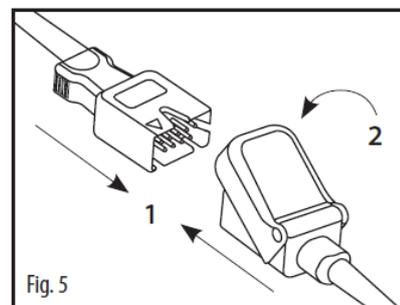

Fig. 26 Anschluss des LNC-Patienten-kabels an den LNCS-Sensor
Siehe Bild 5 in Fig. 26: Stecken Sie den Sensorstecker vollständig in den Anschluss des Patienten-kabels (1). Schließen Sie die Schutzabdeckung (2) vollständig.